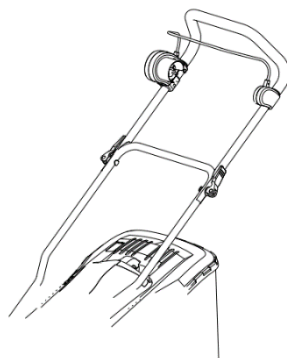

Рис. 2
- a. Наденьте клипсу фиксации кабеля (17) под вилкой (19) на верхнюю рукоятку (3) (Рис. 2, шаг 1). Убедитесь, что клипса (17) остается на своем месте.
- b. Совместите монтажные отверстия в верхней рукоятке (3) с отверстиями в нижней рукоятке (6).
- c. Зафиксируйте соединение крепежными комплектами (4) (Рис. 2, шаг 2).